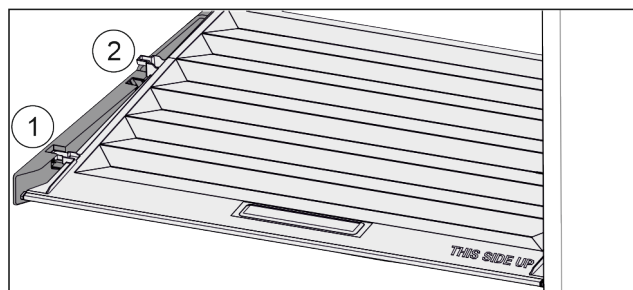

Fig. 108
- ▶ Vytáhněte víko dopředu až k otvoru v přídržných dílech Fig. 108 (1).
- ▶ Vzadu zespodu nadzvedněte a vyjměte směrem nahoru Fig. 108 (2).